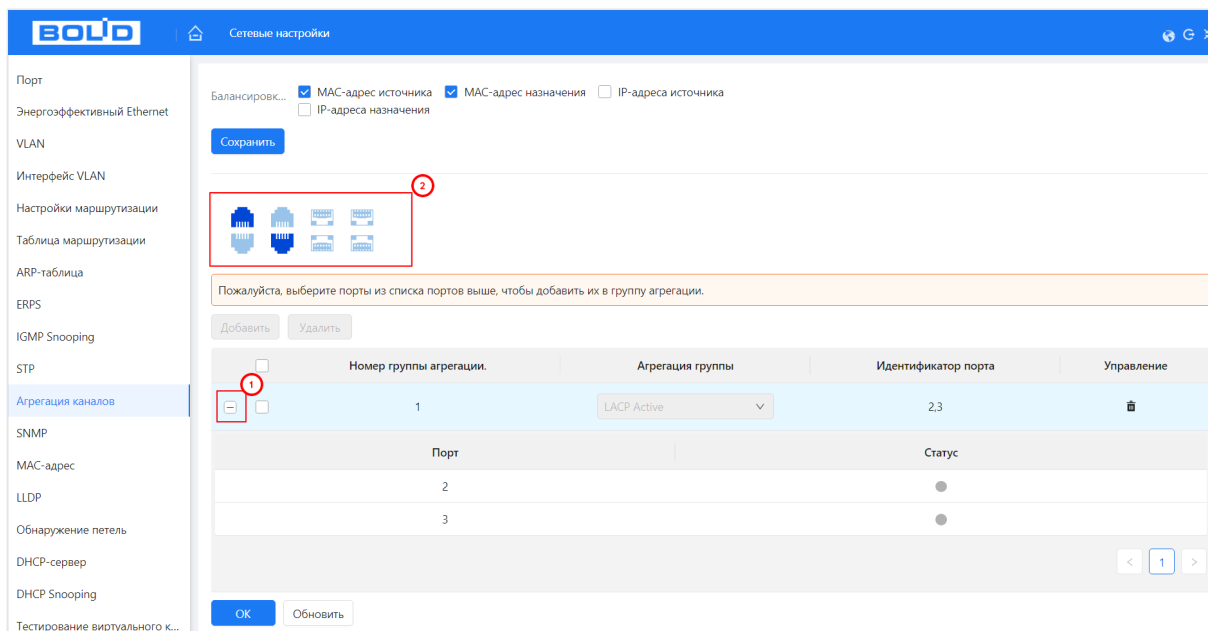

Рисунок 10.27 – Добавление
5. Далее выберите порты для объединения (Рисунок 10.27). Для этого